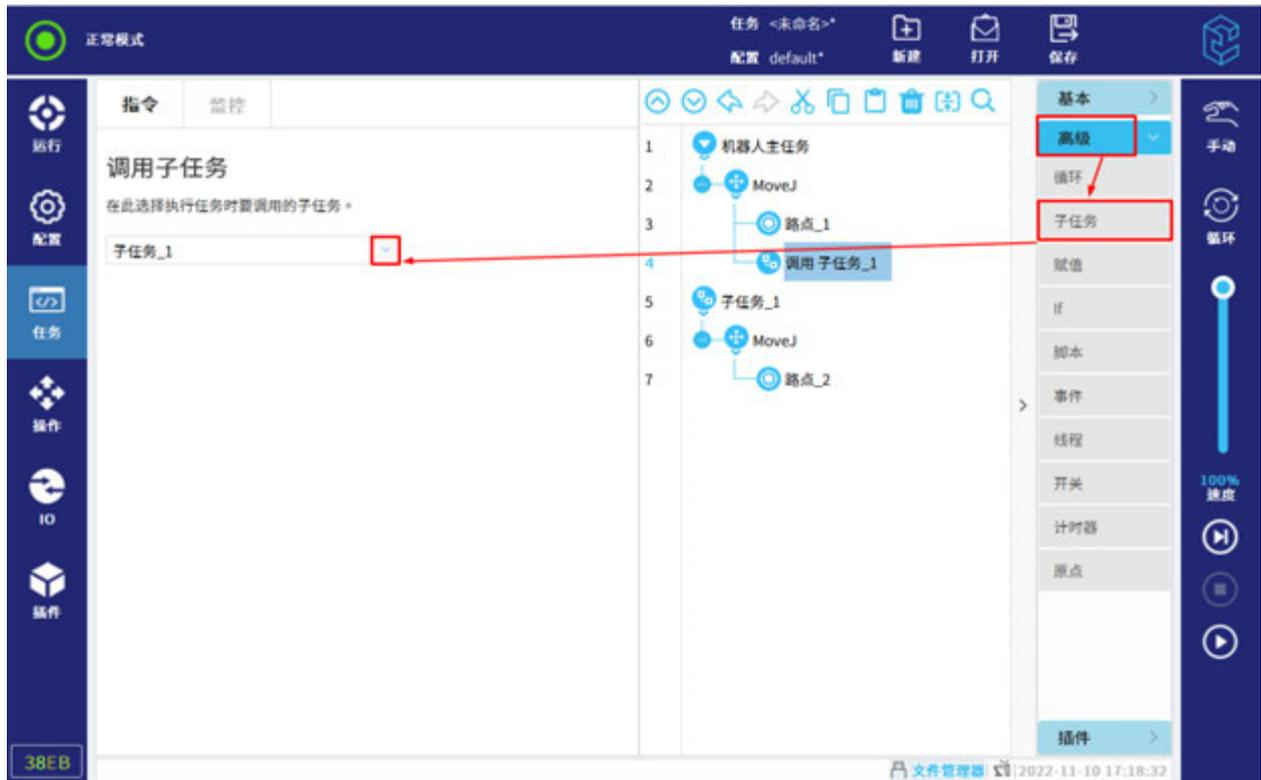

图 12-20 サブタスクの呼び出し
2. タスクツリーの「呼び出し」をクリックして、「新規作成」をクリックする、または既存のサブタスクファイルを 図 12-20 に示すように選定する。